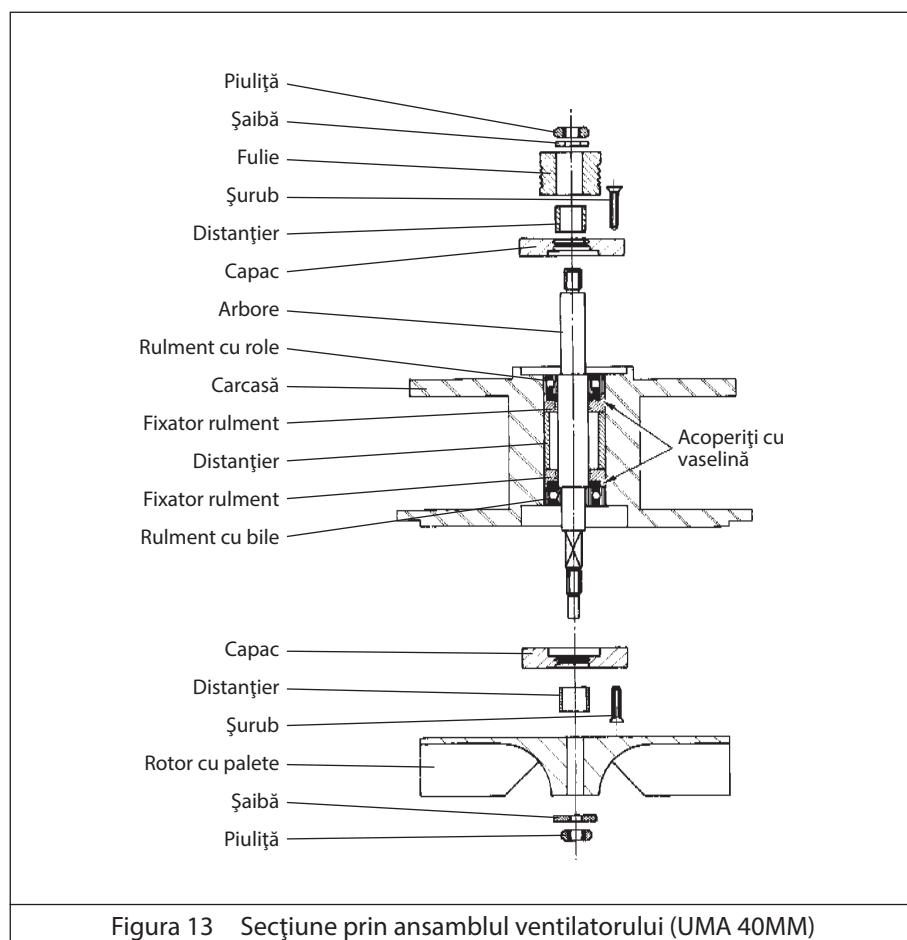

Figura 13 Secțiune prin ansamblul ventilatorului (UMA 40MM)
- 14 Acoperiți din nou cu vaselină Shell Alvania ET3 (sau echivalent) așa cum se arată în Figura 13.